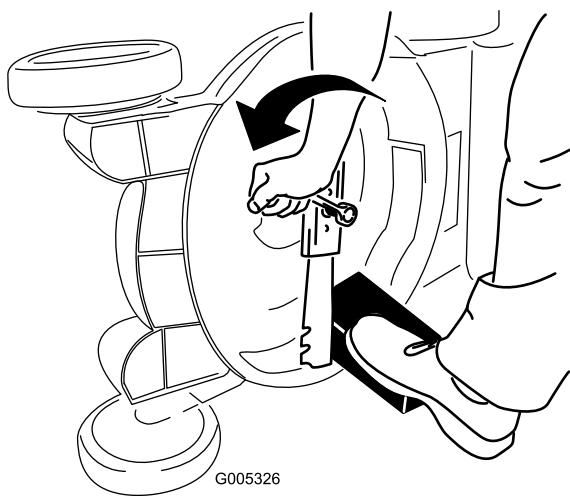

Figure 48
3. Immobilisez la lame avec un morceau de bois (Figure 48).
4. Déposez la lame mais ne jetez pas les fixations (Figure 48).